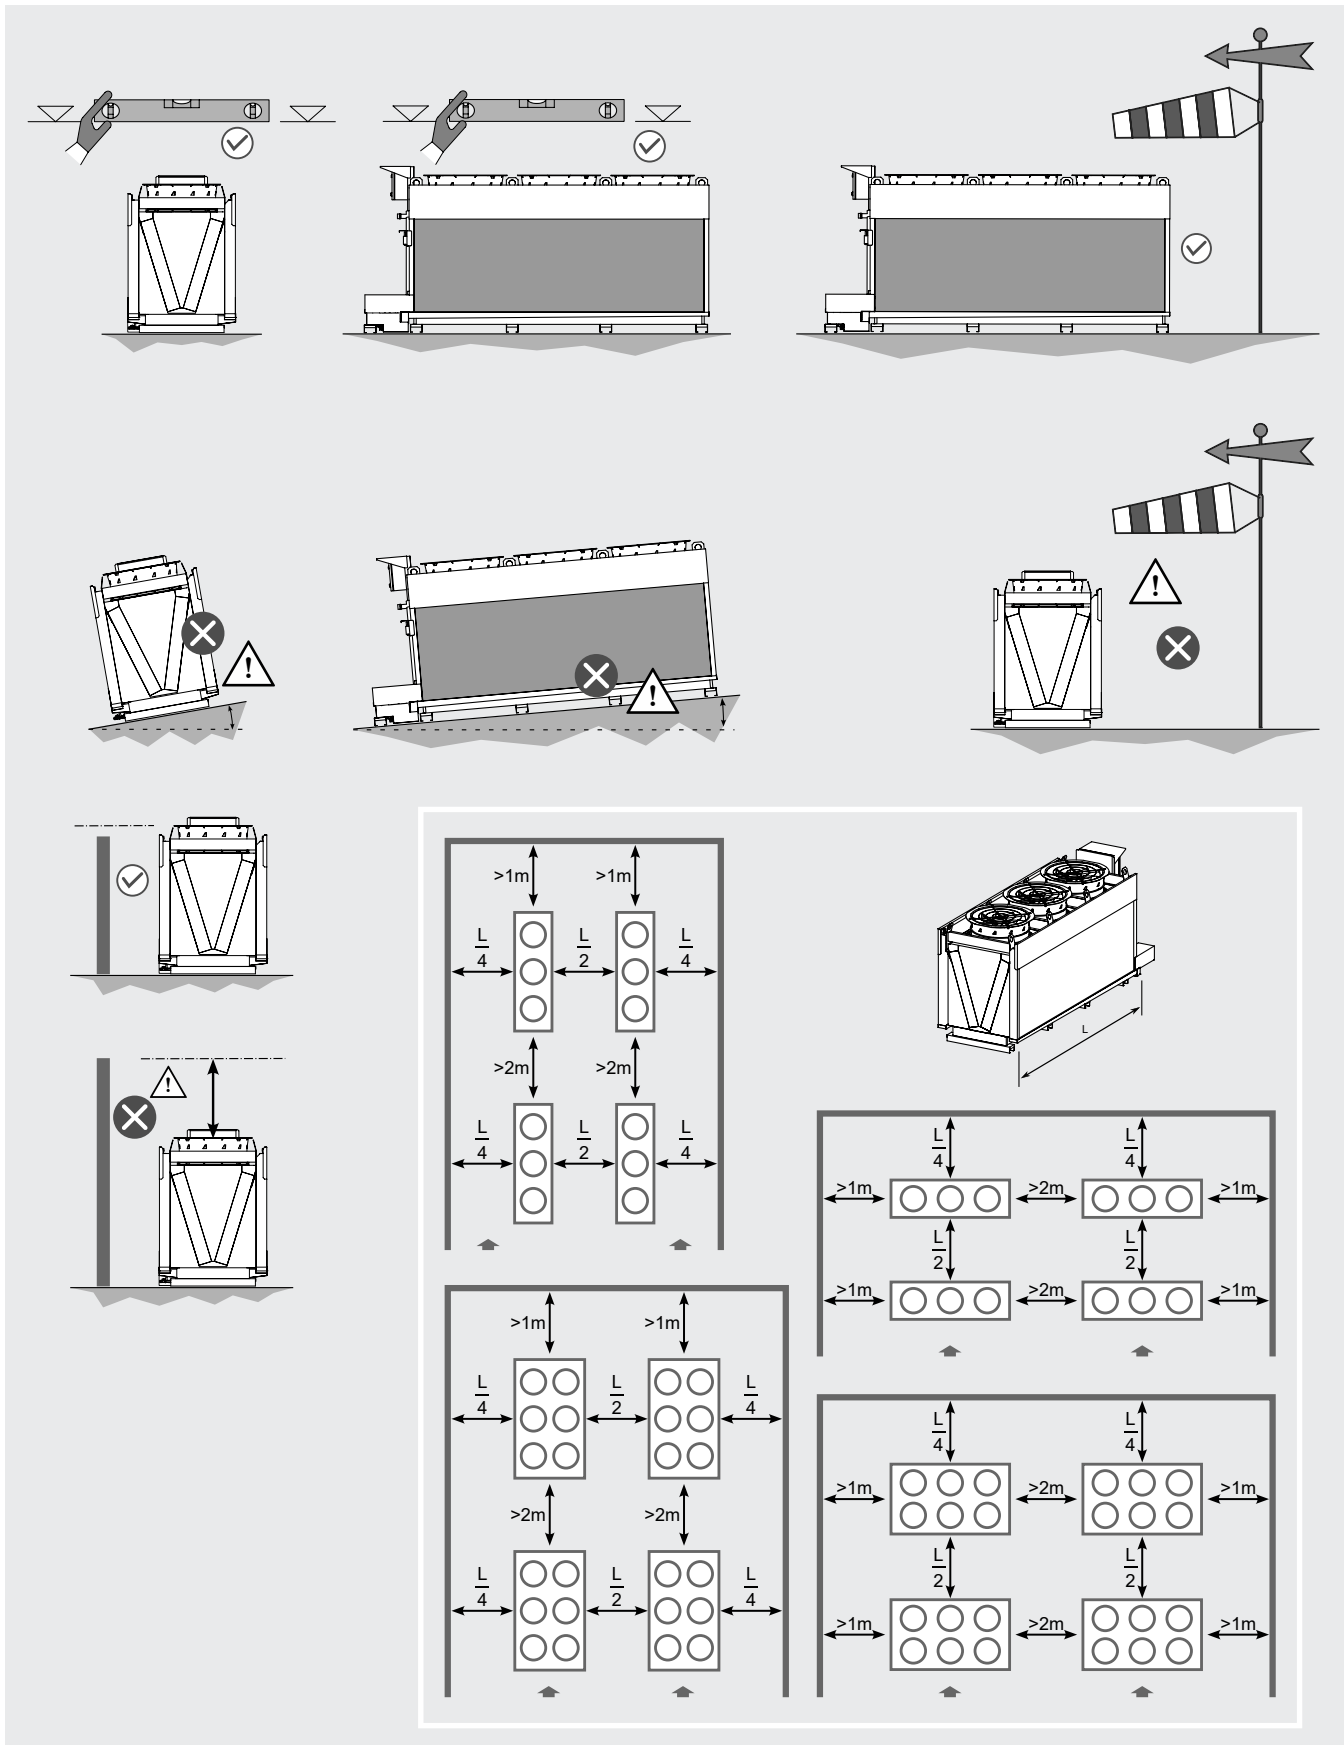

Abbildung 9
- 6.6 Sorgen Sie für ausreichend Platz für Luftzirkulation und Wartung. Vermeiden Sie es, den Luftstrom gegen reflektierende Oberflächen oder Oberflächen zu richten, die den Geräuschpegel erhöhen. Der Mindestabstand zwischen den Modellen kann je nach Höhe der Positionierung durch die Verwendung spezieller erhöhter Füße oder einer Stützplattform reduziert werden. Für einen optimalen Betrieb sollten Sie das Modell orthogonal zur vorherrschenden Windrichtung aufstellen. Bei anderen als den angegebenen Installationen wenden Sie sich bitte an Modine. Das Modell muss auf einer vollkommen horizontalen, ebenen Fläche aufgestellt werden, die das Gewicht des Modells tragen kann. Siehe Abbildung 9.